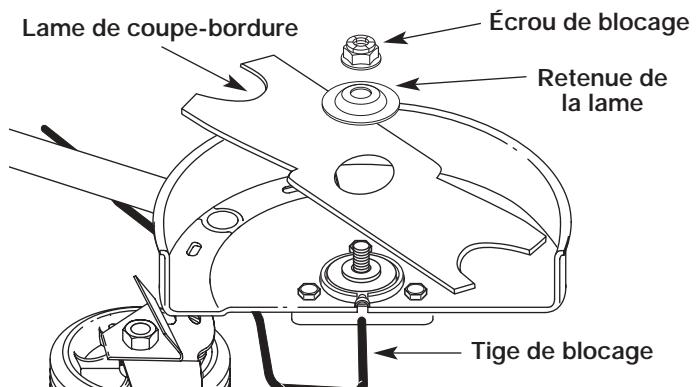
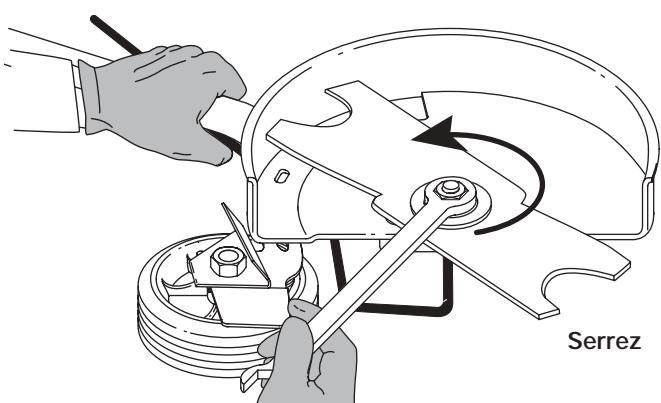

Fig. 10
Fig. 11
4. Installez la nouvelle lame, sa retenue et l'écrou (Fig. 10). Insérez la tige de blocage à travers la fente et dans le trou de l'arbre de sortie. Veillez à ce que la lame reste à plat et centrée contre l'arbre de sortie pendant que vous vissez l'écrou de blocage vers **la gauche** (Fig. 11).
5. Si vous possédez une clé dynamométrique, serrez l'écrou à un couple de **37-38 N·m (325-335 po·lb)** tout en maintenant la tige de blocage dans la fente. Si vous n'en disposez pas, maintenez la tige de blocage dans la fente. Utilisez une clé fermée ou à douille de 5/8" pour tourner l'écrou **à gauche** jusqu'à ce qu'il soit bien ajusté contre la rondelle et que la lame soit bien mise. Assurez-vous que la lame est bien mise, puis donnez à l'écrou **1/4 ou 1/2 tour supplémentaire** (Fig. 11).